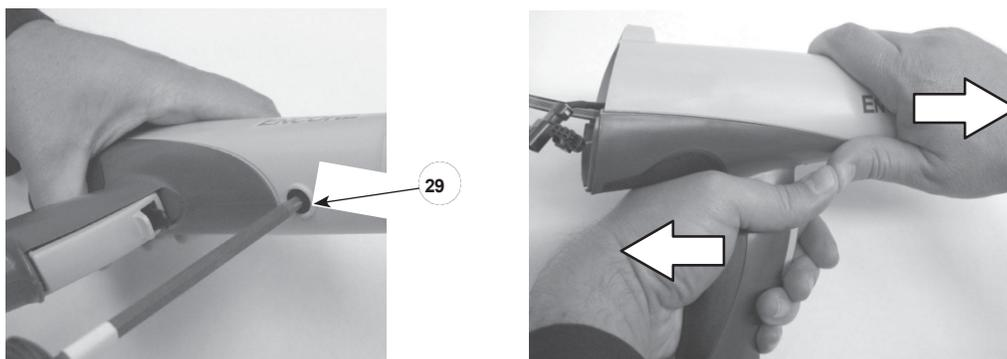

図 12 ハンドルからのガン本体の取り外し
4. 図 12 を参照して下さい。ガン本体から黒いナイロンネジ (29) を取り外します。